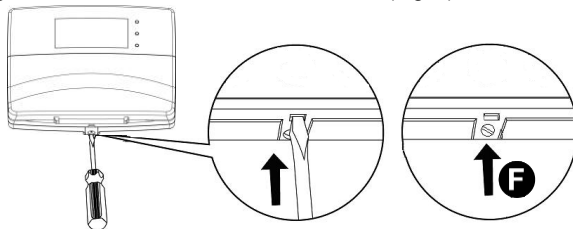

Fig. 1
Ouvrez le clavier en exerçant une légère pression sur le point indiqué dans la figure avec un tournevis plat, afin de décrocher l'ergot de fermeture et soulever le couvercle (Fig. 1).
- Fermez le clavier en serrant la vis fournie dans le trou (**F** - Fig. 1).